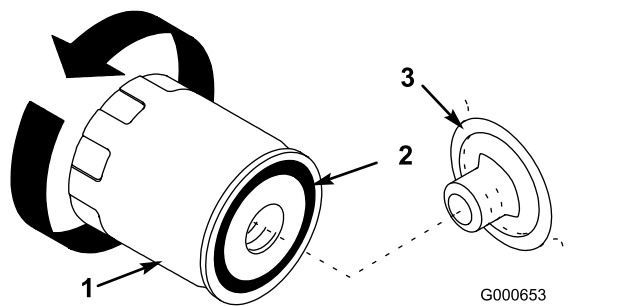

Bild 30
8. Entfernen Sie den Altfilter und wischen die Kontaktfläche am Filteradapter (Bild 30) ab.
9. Ölen Sie die Gummidichtung am Ersatzfilter leicht mit Frischöl ein (Bild 30).
10. Setzen Sie den Ersatzölfilter auf den Anbaustutzen auf. Drehen Sie den Ölfilter nach rechts, bis die Gummidichtung den Filteradapter berührt. Ziehen Sie ihn dann um eine weitere halbe Umdrehung an (Bild 30).